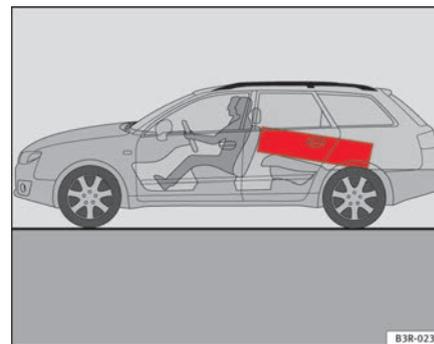

Fig. 116 Los objetos pesados deberían transportarse lo más adelante posible. ▶
- Los objetos pesados deberían transportarse lo más adelante posible ⇒ página 151, fig. 116.